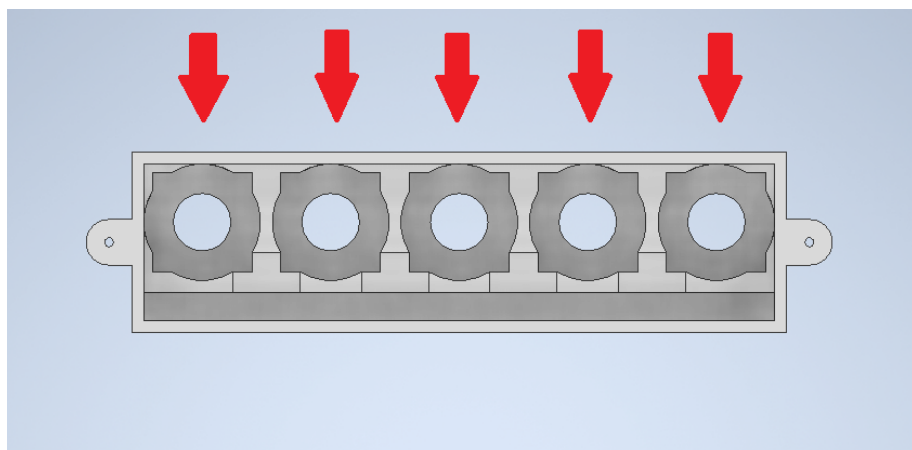

Figura 2: Suporte Eletroímã P1, onde alocar os eletroímãs, Autoria Própria.
1. Na peça onde comporta os eletroímãs, encaixe cada um em seu local indicado na Figura 2. A posição dos fios deve ficar no rebaixo indicado em verde como mostra a Figura 3.